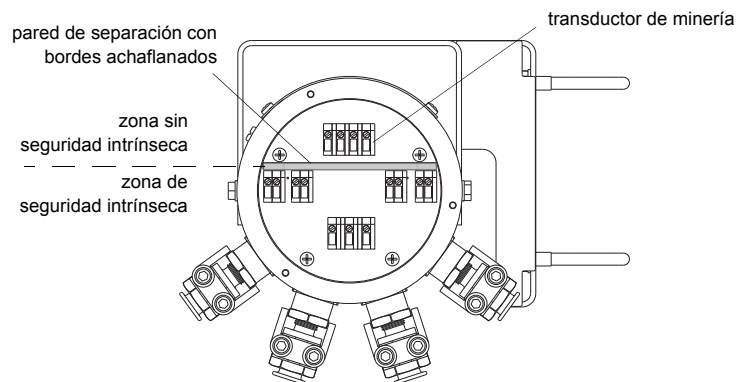
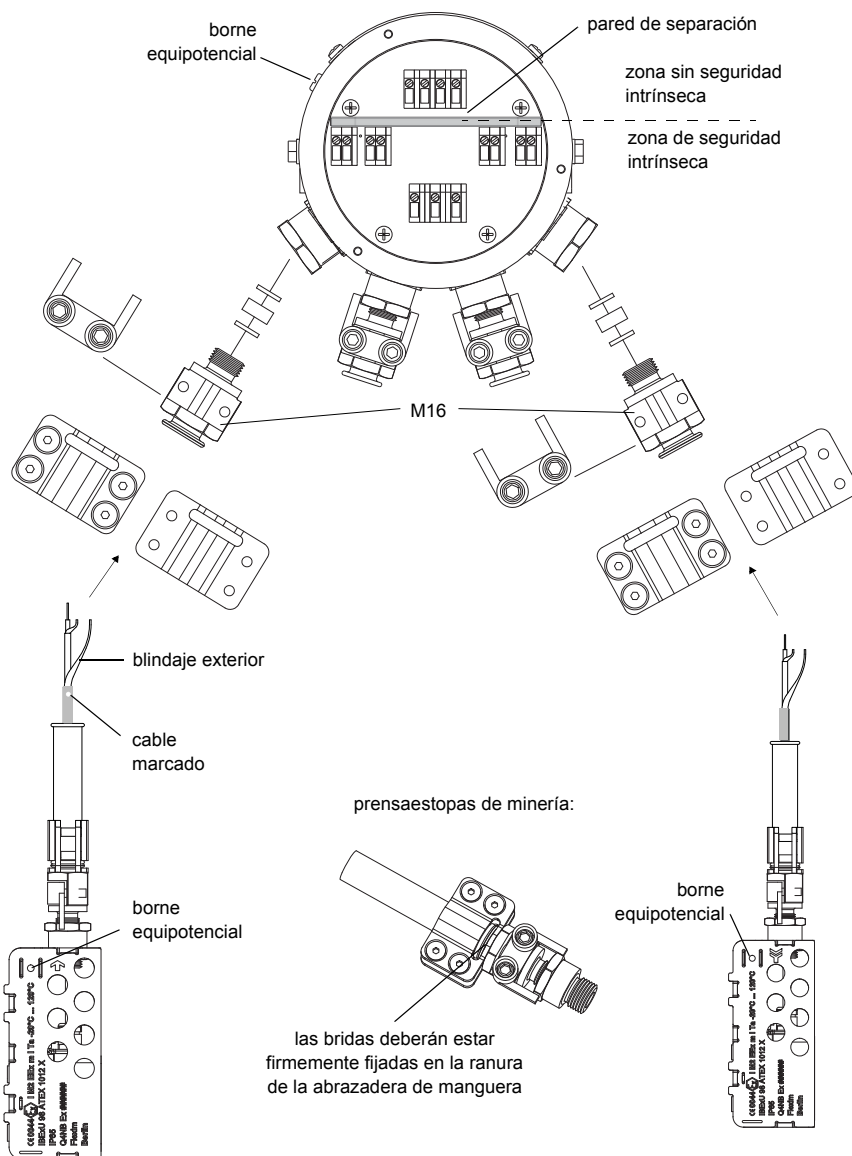

Fig. 8.4: Bornes para la conexión del transductor de minería
Fig. 8.5: Conexión de los transductores de minería en el convertidor de medición
- Introducir los cables a la zona sin seguridad intrínseca del espacio de conexión, sobre los dos bordes achaflanados de la pared de separación (véase Fig. 8.4).
- Conectar los conductores en los bornes del convertidor de medición. El extremo del cable pelado y trenzado del blindaje exterior deberá conectarse en el borne del modo más corto posible (véase Fig. 8.4, Fig. 8.5 y Tab. 8.1).